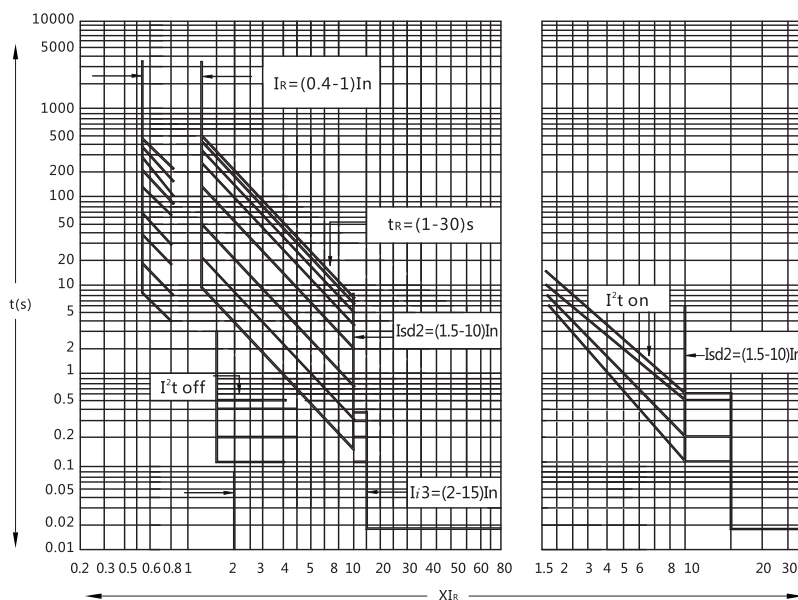
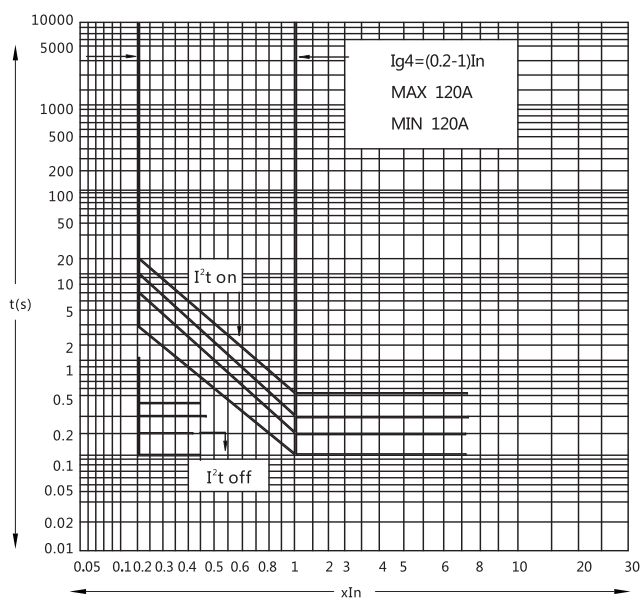

图1 过电流脱扣器保护特性曲线
图2 接地故障保护特性曲线
4.3.5 过电流脱扣器保护特性曲线见图1，接地故障保护特性曲线见图2。